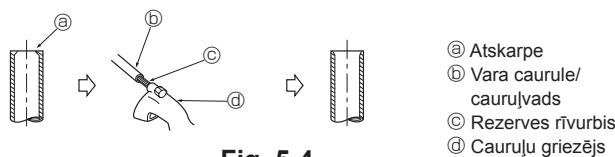

Fig. 5-4
5.2.2. Atskarpju noņemšana (Fig. 5-4)